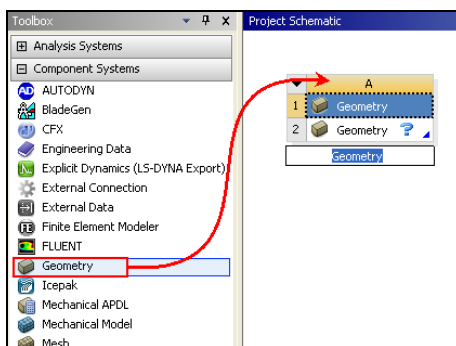

图 1-25 创建分析项目 A
- 步骤 02** 双击主界面 Toolbox (工具箱) 中的 Component Systems→Geometry (几何体) 选项，即可在项目管理区创建分析项目 A，如图 1-25 所示。